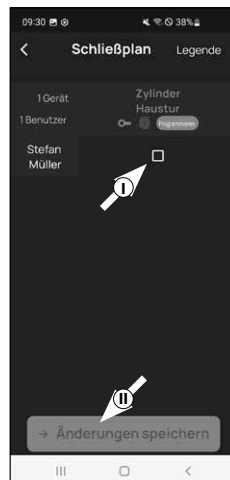

Fig. 2
- 4 Você verá uma tabela composta por cilindros criados (horizontal) e utilizadores configurados (vertical) (Fig. 2). Marque a caixa onde você deseja autorizar o respectivo utilizador a utilizar a fechadura correspondente (I) (Fig. 2) e clique no botão "Salvar alterações" (II) (Fig. 2).